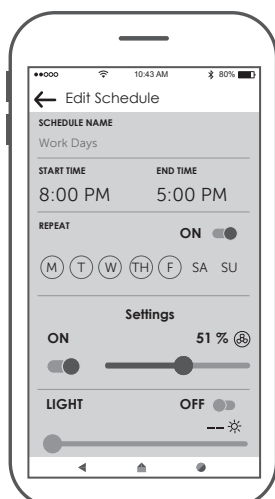

Figura 4
4. Seleccione su router Wifi e introduzca la contraseña Wifi para conectarse a su receptor Wifi fanSync. Tardará 1 - 2 minutos en conectarse. Una vez que su receptor Wifi se haya conectado, ahora puede nombrar su ventilador de techo en la App y personalizar sus ajustes. (Figura 4)